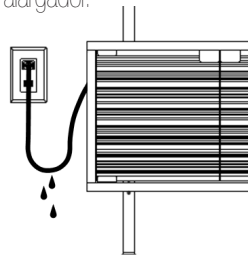

figura 1
C. Para impedir que el agua se desplace a lo largo del cordón y entre en contacto con el enchufe o la fuente de alimentación eléctrica, hacer un rizo de goteo para cada uno de los cables eléctricos que unen el aparato con el enchufe, como ilustra la figura 1. El rizo de goteo es la parte del cable que se encuentra debajo del enchufe, si se utiliza un alargador.